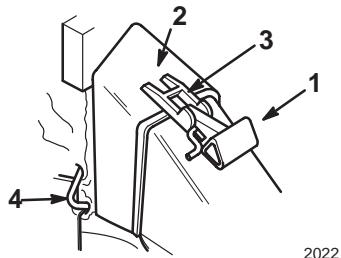

Figura 37
- Coloque la abertura de la puerta del saco sobre el la abertura del canal de descarga tal como se muestra en la Figura 37.